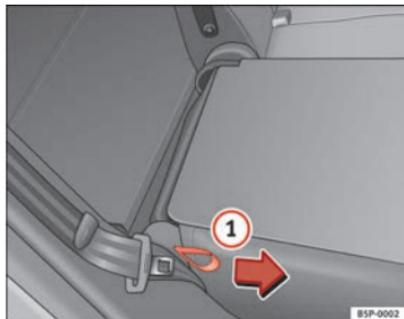

Abb. 99 Umklappen bzw. Aufrechtstellen der Rückstuhllehne
- Ziehen Sie die seitliche Zugschleife am Sitz ⇒ Abb. 99 ① in Pfeilrichtung und klappen Sie die Lehne hoch, bis sie einrastet.